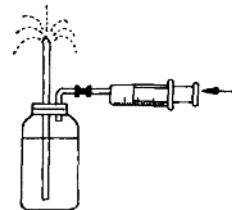

图3
1. 医用注射器作喷泉实验的增压器，饮料瓶作反应器。(如图3所示)